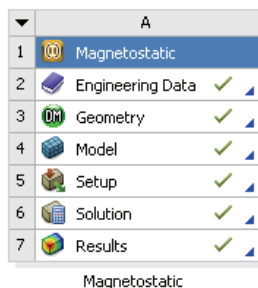

图 23-21 完成分析的项目工程图
1) 单击 Mechanical 界面右上角的“关闭”按钮，退出 Mechanical 返回到 Workbench 主界面。此时主界面中的项目管理区中显示的分析项目均已完成，如图 23-21 所示。